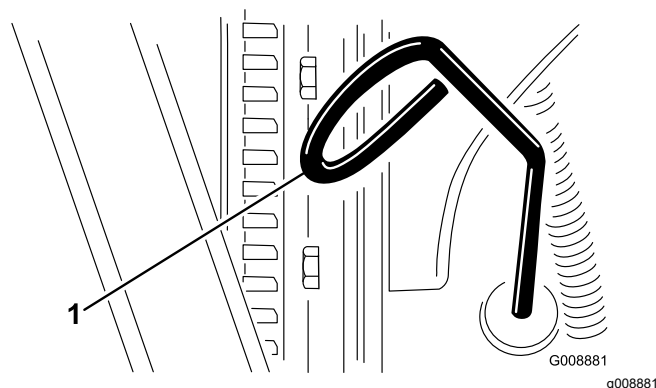

Figura 59
2. Retire a vareta (Figura 59) e limpe-a com um pano limpo.